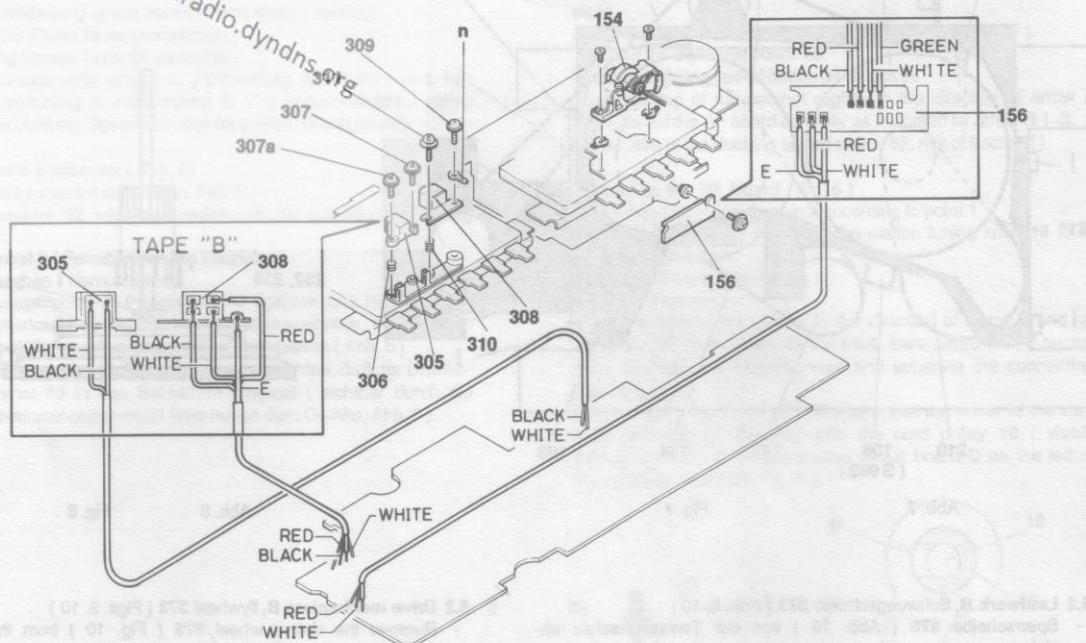

Abb. 11
- 6.1 W-Drehkopf 154 (Laufwerk A) Abb. 11, 12 und 13**
- 6.1 Playback rotating head 154 (drive mech./a) Figs. 11, 12, 13**
6.3 Löschkopf 305 (Laufwerk B) Abb. 11, 14
6.3 Erase Head 305 (drive mechanism B) Figs. 11, 14